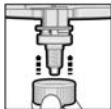

Fig. 3
5. Cuando la punta de mezcla Dynamix se encuentre en la posición correcta (Fig. 3), empuje el anillo de fijación Dynamix por la punta de mezcla Dynamix hasta que se detenga, y gírelo en el sentido de las agujas del reloj (1/4 de vuelta) hasta que quede bien fijado en su sitio. (Figuras 4.1, 4.2 y 5)